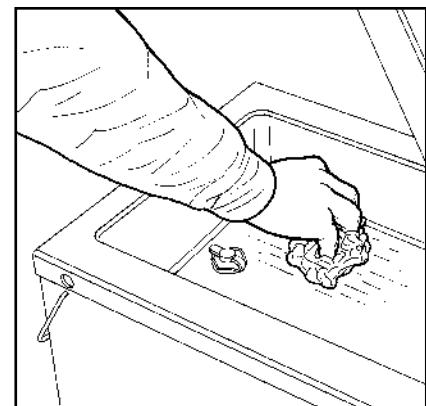

Fig. 3
- Con un panno morbido imbevuto di una soluzione detergente e/o disinfettante, pulire il fondo e le superfici laterali della camera a vuoto (**Fig. 3**); ultimata la pulizia, per il rimontaggio seguire l'ordine inverso.